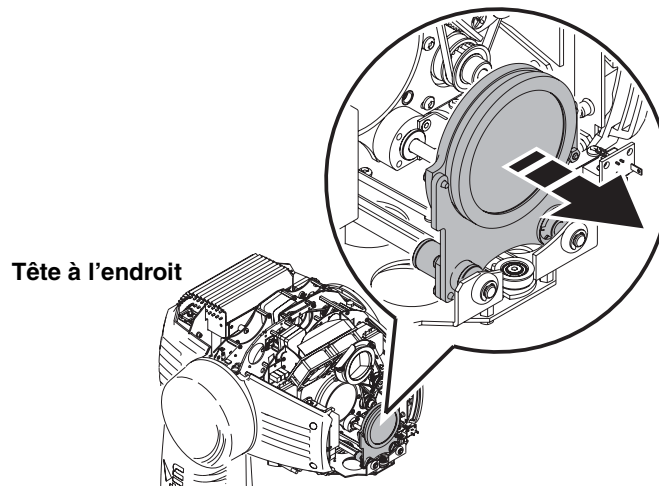

Figure 16: Avancez la lentille de zoom vers l'avant
4. Positionnez la tête à l'endroit pour accéder par le haut aux composants. Maintenez la lentille de zoom par la base de son support et faites-la glisser jusqu'au plus loin vers l'avant du projecteur (voir Figure 16).